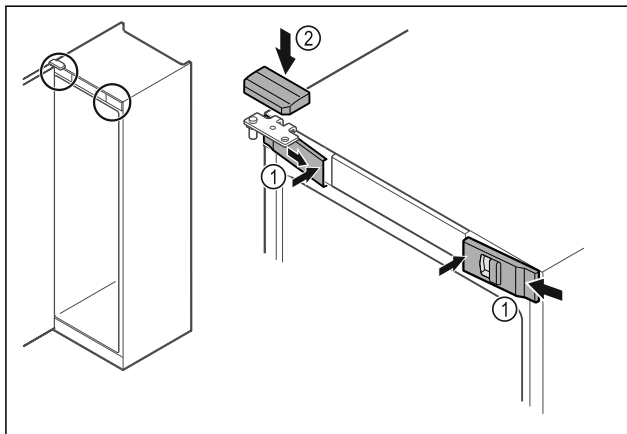

Fig. 37
- Haka fast skydden fram Fig. 37 (1) på sidan och sätt på dem på insidan.
- Sätt på det övre skyddet Fig. 37 (2) uppifrån.